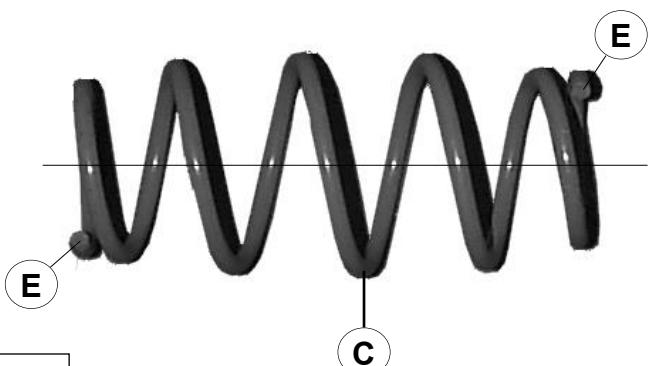

fig.3.
7. Coloque el disco de muelle **B** en el brazo soporte. Fije la cinta **L** mediante tuerca **F**. Véase la fig. 3.